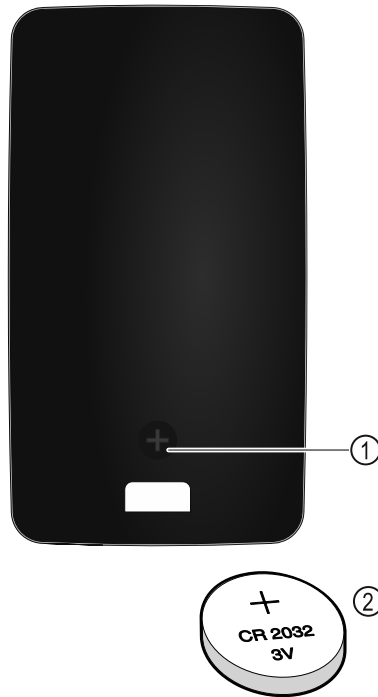

Fig. 230
Η τροφοδοσία ρεύματος του τηλεχειριστηρίου πραγματοποιείται από μια μπαταρία του τύπου CR 2032 με 3V Fig. 230 (2), η οποία είναι διαθέσιμη στο εμπόριο.
- ▶ Ξεβιδώστε τη βίδα Fig. 230 (1) στην πίσω πλευρά του τηλεχειριστηρίου.